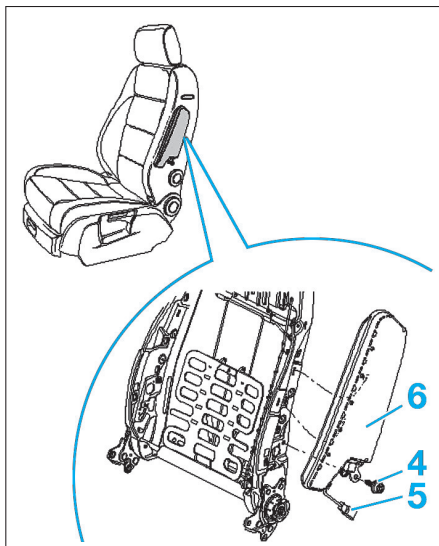

Fig. 6
- Déposer la vis de fixation (4) de l'airbag (Fig.6).
- Débrancher le connecteur (5).
- Déposer l'airbag (6).